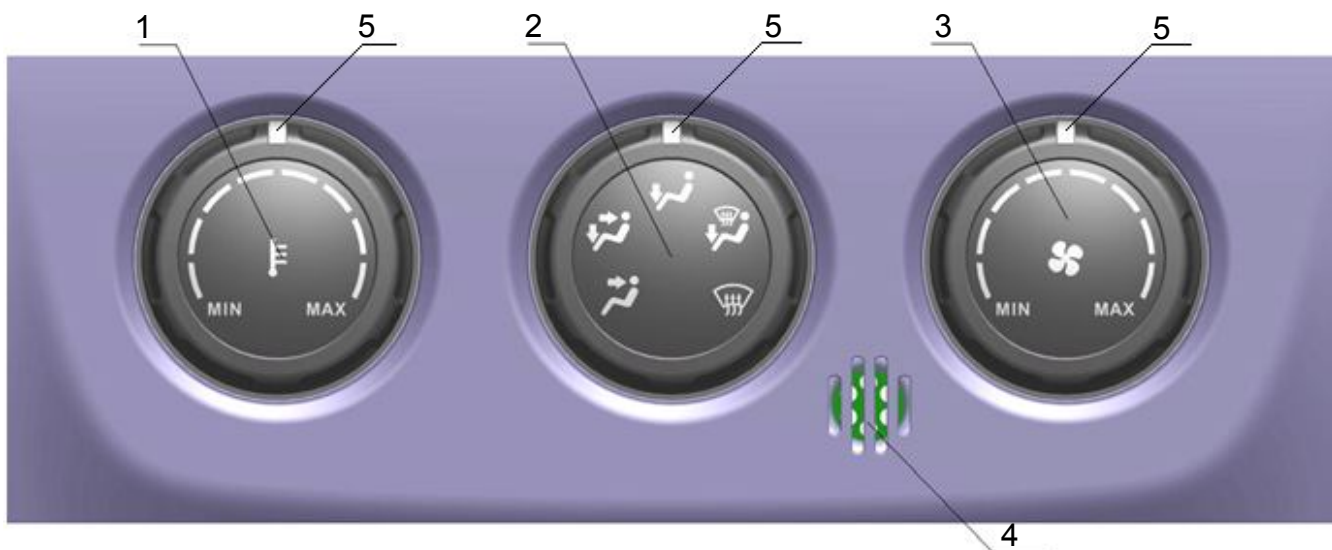

Рис. 1. Органы управления и индикации режимов работы пульта.
Органы управления и индикации указаны на Рис.1.
2.1. Рукоятка 1 (рис.1) управляет моторедуктором (МР) заслонки подмешивания, в результате чего регулируется температура воздуха на выходе КУ (режим «Ручной») / задаёт температуру воздуха в салоне (режим «АУТО»). Текущее положение переключателя отображается посредством маркера 5 на подвижной части рукоятки.
2.2. Рукоятка 2 (рис.1) управляет распределением потоков воздуха (управляет моторедуктором передней и задней заслонок отопителя). Текущее положение переключателя отображается посредством маркера 5 на подвижной части рукоятки.
2.3. Рукоятка 3 (рис.1) управляет скоростью вращения вентилятора КУ. Текущее положение переключателя отображается посредством маркера 5 на подвижной части рукоятки.
Общий вид пульта, установленного на панель приборов автомобиля, приведён на рис. 1. Пульт является неотъемлемой частью КУ и не предназначен для использования отдельно от КУ или управления иными системами, не входящими в состав КУ.
3.2.1. Поворотный переключатель температуры воздуха (рис.1, поз.1), поступающего в салон (режим «Ручной») / задание температуры воздуха в салоне (режим «АВТО»).
3.2.2. Поворотный переключатель распределения потоков воздуха (рис.1, поз.2) (управляет моторедукторами передней и задней заслонок отопителя).
3.2.3. Поворотный переключатель скоростей вентилятора КУ (рис.1, поз. 3).